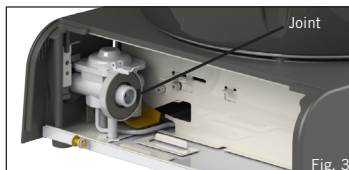

Fig. 3c
- Si des bulles se forment, cela signifie qu'il y a une fuite de gaz. Retirer immédiatement la cartouche de gaz de l'appareil. Vérifier que toutes les connexions sont bien en place. Vérifier que le joint est en place et en bon état avant de connecter une cartouche de gaz (Fig. 3c). Vérifier de nouveau avec de l'eau savonneuse après avoir remis la cartouche en place. Si la fuite de gaz persiste, retourner le produit à votre distributeur CADAC en vue d'une inspection/réparation.
- Vérifier que le joint (Fig. 3c) est en place et en bon état avant de brancher la cartouche.